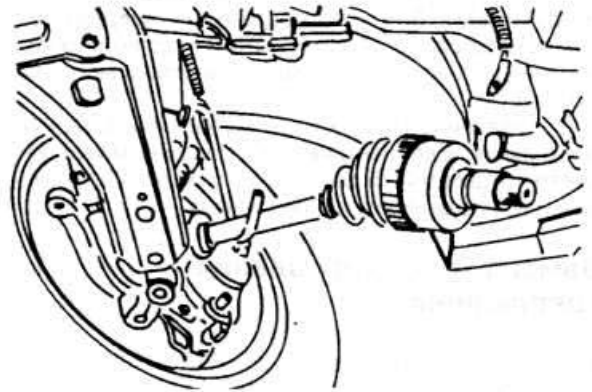

Рис. 3.9
- ◆ Снимите из кузова кронштейн коробки передач (рис. 3.9).